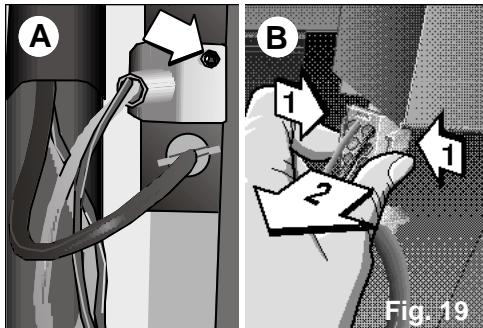

Fig. 19
- ❑ Pour extraire la connexion électrique, enlevez la vis et retirez le couvercle qui la recouvre, **Fig. 19 A**. Pressez avec précaution les pattes latérales du connecteur et le retirer de son emplacement. **Fig. 19 B.**
Assurez-vous que la connexion électrique soit recouverte par le couvercle et fixée par la vis correspondante. Fig. 19.